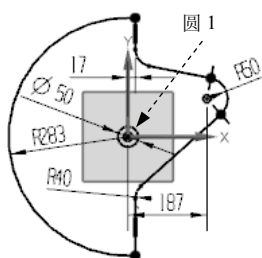
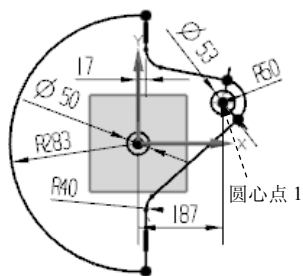
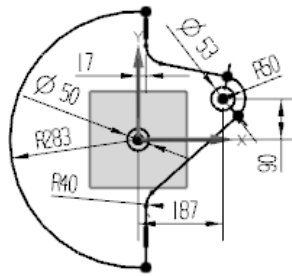

图 5.12.12 标注直径尺寸
图 5.12.13 标注其余直径尺寸
图 5.12.14 标注垂直尺寸
(4) 标注直径尺寸。选择下拉菜单 **插入(I)** → **尺寸(D)** → **直径(D)** 命令, 标注圆 1 (图 5.12.12), 直径尺寸为 50; 接着标注圆 2 (图 5.12.13), 半径尺寸值为 53。
(5) 标注竖直尺寸。选择下拉菜单 **插入(I)** → **尺寸(D)** → **竖直(V)** 命令, 标注圆心点 1 与坐标原点之间的竖直尺寸 (图 5.12.13), 竖直尺寸值为 90, 完成效果如图 5.12.14 所示。